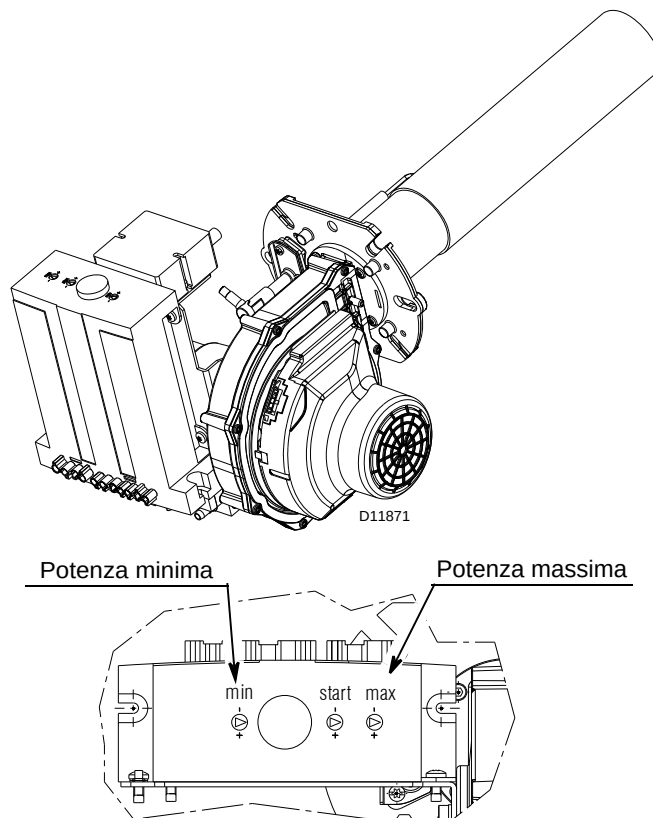

Fig. 10
- Verificare le impostazioni dei trimmers posti sull'apparecchiatura (Fig. 10).
La velocità del motore si può regolare agendo su tre "Trimmers" (Fig. 10).
La potenza massima dovrà corrispondere a quella richiesta dalla caldaia utilizzata. Per aumentare o diminuire il suo valore agire sul trimmer MAX posto sull'apparecchiatura (Fig. 10).
La potenza minima dovrà corrispondere a quella richiesta dalla caldaia utilizzata. Per aumentare o diminuire il suo valore agire sul trimmer MIN posto sull'apparecchiatura (Fig. 10).
La **potenza di accensione** può essere variata agendo sul trimmer START posto sull'apparecchiatura (Fig. 10).